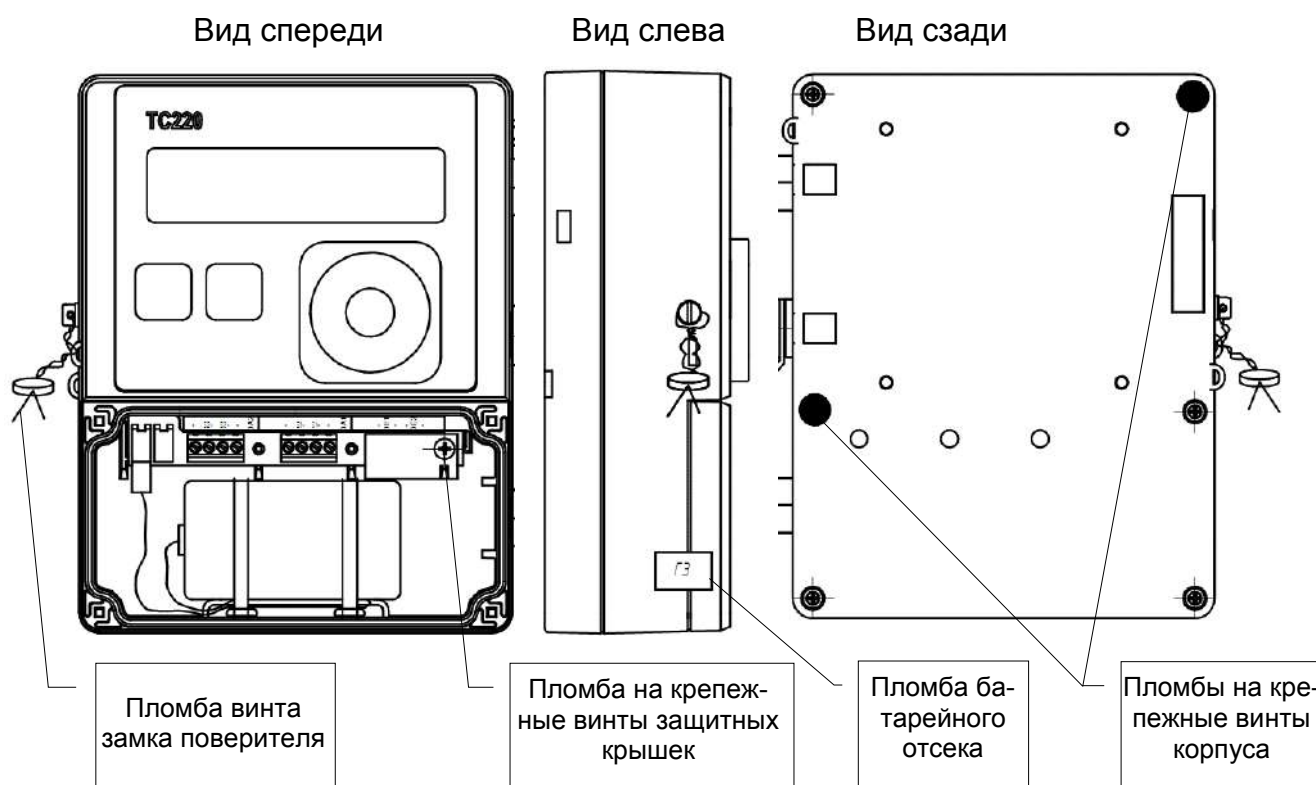

Рисунок 13. Расположение пломб
- 6 Опломбируйте корректор в соответствии со схемой размещения пломб (Рис.13). Данная операция должна выполняться авторизованным лицом.
7.3 Корректор пломбируются на предприятии-изготовителе таким образом, что исключена возможность его вскрытия без нарушения пломб (Рисунок 13).